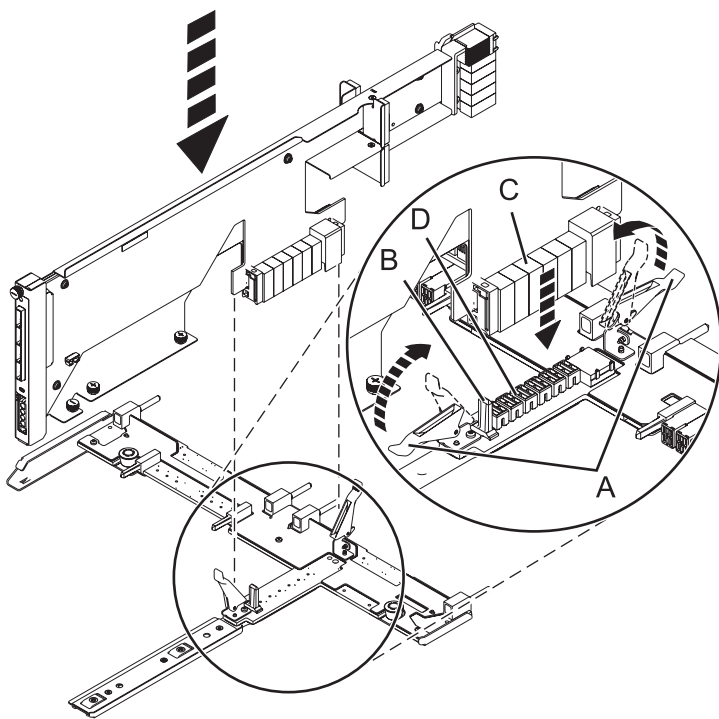

Figura 44. Instal·lació de la targeta de conducte SAS a la placa mitja
- a. Poseu el connector de la targeta (C) a la connexió de la placa mitja (D) utilitzant la guia (B) per garantir una bona connexió.
- b. Aixequeu la nansa (A) per col·locar i fixar la targeta de conducte SAS a la placa mitja com es mostra a la Figura 44 a la pàgina 58.